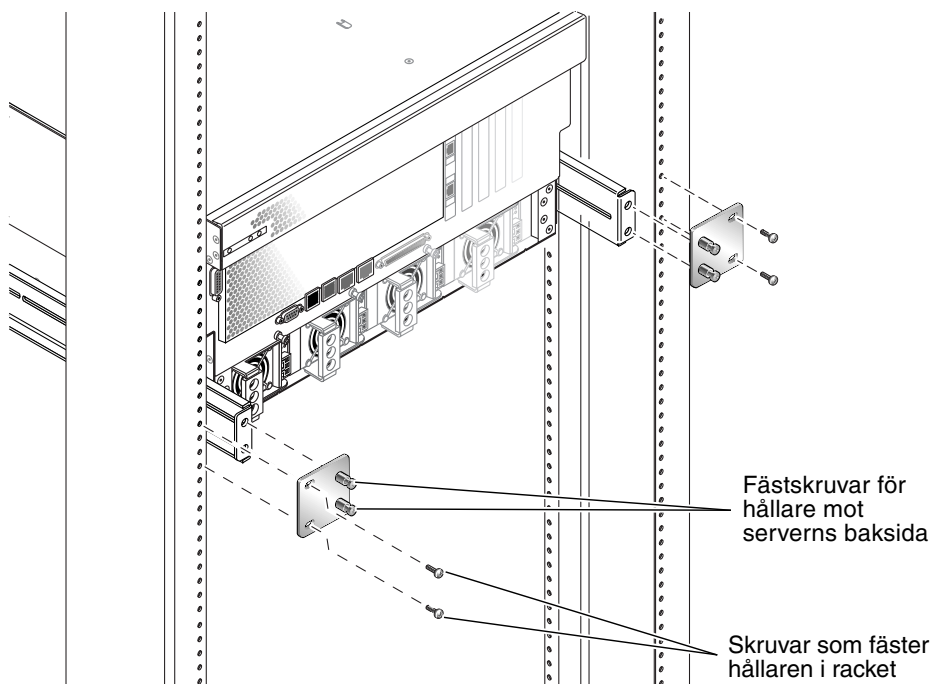

BILD 3-22 Skruva fast den bakre monteringsflänsen
11. Vid rackets baksida använder du fästskruvarna för att skruva fast de två bakre monteringsflänsarna i de bakre monteringskenorna som sitter på servern (BILD 3-22).
12. Använd två skruvar för varje monteringskena och skruva fast de bakre monteringskenorna i rackets baksida (BILD 3-22).